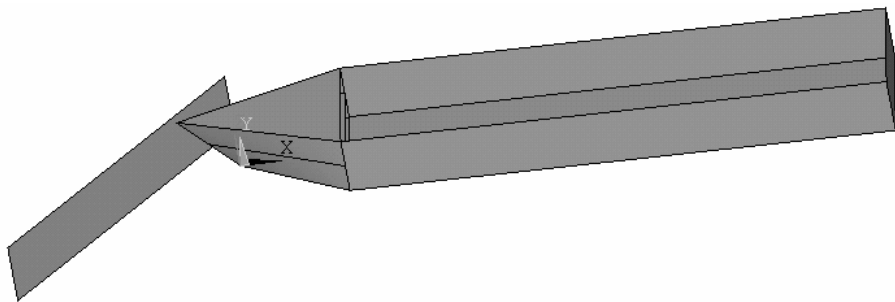

图 9-8 建立船头的上甲板与桥墩板
(10) 如图 9-8 所示, 使用关键点建立船头的上甲板并建立桥墩 (一块板)。桥墩板的四个顶点的坐标为  $(-0.5, 5, 6.5)$ ,  $(-20.5, -15, 6.5)$ ,  $(-0.5, 5, 0)$ ,  $(-20.5, -15, 0)$ 。